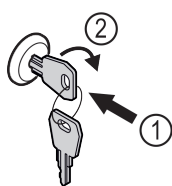

Fig. 138
- ▶ Włożyć kluczyk. Fig. 138 (1)
- ▶ Przekręcić kluczyk o 90° w prawo. Fig. 138 (2)